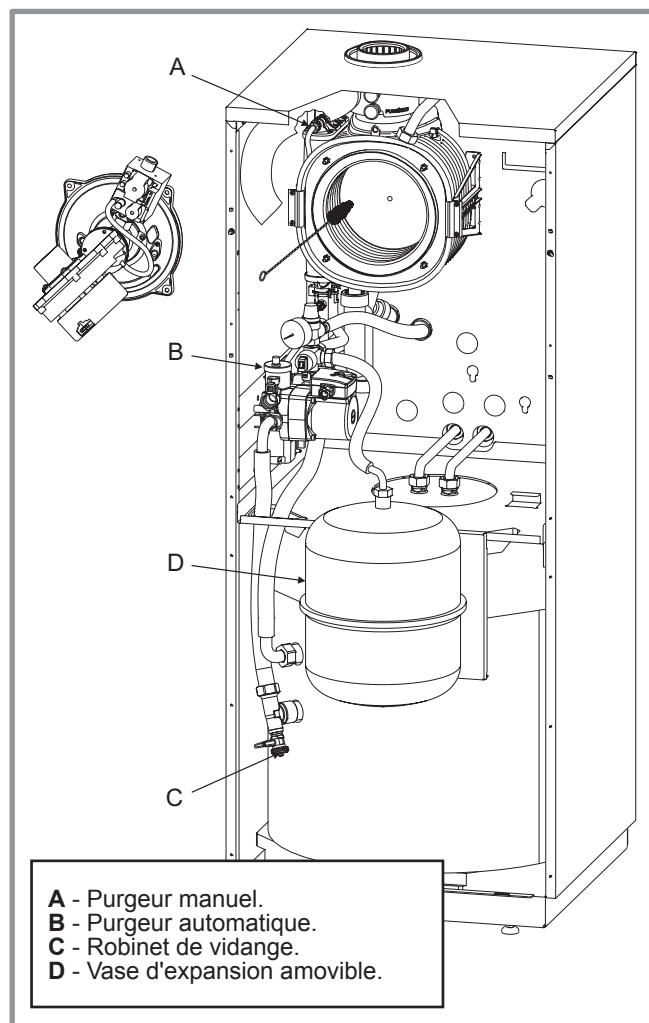

Figure 44 - Accès à la chambre de combustion
(voir figure 44)
- Ouvrir le robinet de vidange de la chaudière (figure 44, rep. C).
- Ouvrir le purgeur de la chaudière (figure 44, rep. A).